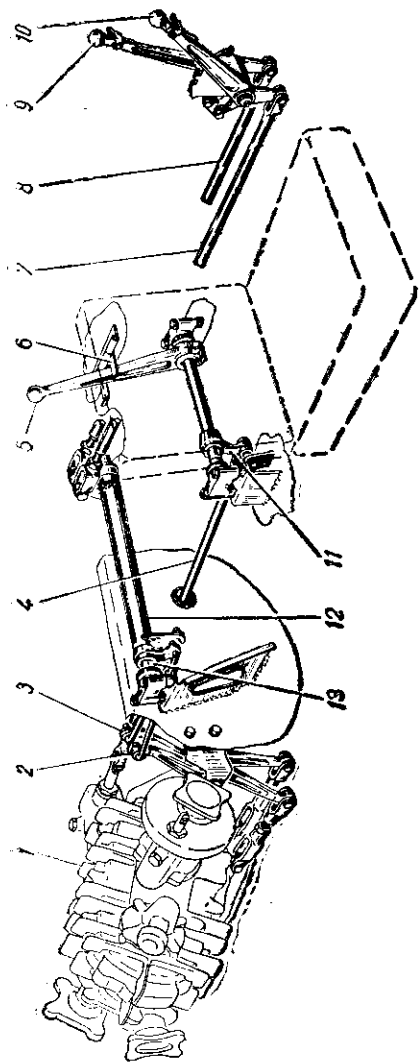

Рис. 37. Приводы переключения передач раздаточной коробки, включения переднего моста и дополнительных колес.
Приводы переключения передач раздаточной коробки, включения переднего моста и дополнительных колес показаны на рис. 37.
Включение дополнительных колес машины производится рычагом 5 (см. рис. 37). Рычаг имеет два положения: переднее, когда привод дополнительных колес включен, и заднее, когда привод выключен.
- поставьте рычаг 10 (рис. 37) включения переднего моста в фиксированное заднее (выключенное) положение, а рычаг 9 переключения передач раздаточной коробки—в среднее (нейтральное) положение;
— поднимите упор 6 (см. рис. 37) и, перемещая вперед рычаг 5, включите коробку отбора мощности на дополнительные колеса;